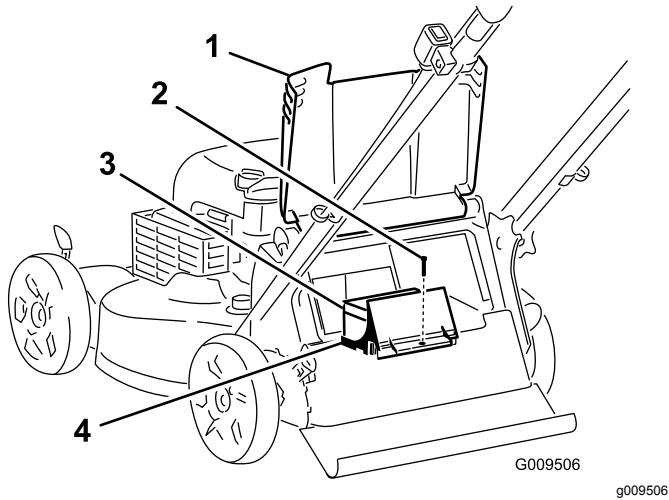

Figure 30
1. Soulevez le déflecteur arrière et localisez le logement de la batterie (Figure 30).